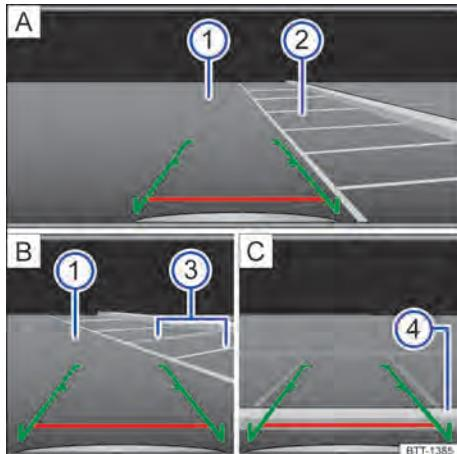

Fig. 102 Exibição do display do sistema do rádio: estacionar com a câmera de marcha a ré.
Legenda para Fig. 102:
- Posicionar o veículo na frente da vaga de estacionamento → Fig. 102 (2) [A].
- Conduzir para trás lentamente e manobrar de modo que as guias verdes laterais conduzam entre as linhas de delimitação da vaga de estacionamento delimitada (2) [A].
- Alinhar o veículo na vaga de estacionamento selecionada de modo que as guias verdes laterais fiquem em cima das linhas de limitação lateral (3) [B].
- Parar o veículo, quando a linha vermelha atingir a limitação traseira (4) [C].